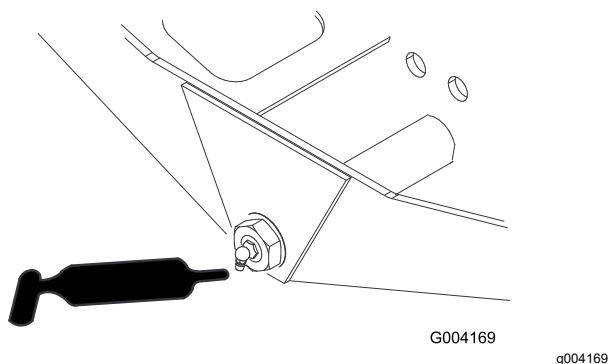

Figure 75
- Pivot de direction d'essieu (1) – Figure 75